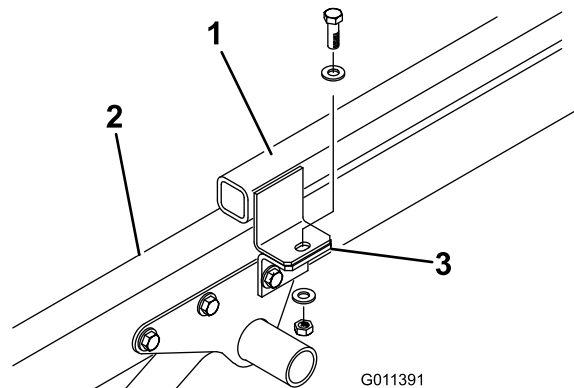

Figura 6
3. Togliete la vite a testa cilindrica, le (2) rondelle piane e il dado di bloccaggio che fissa ogni staffa di attacco alle alette del telaio di traino (Figura 6).